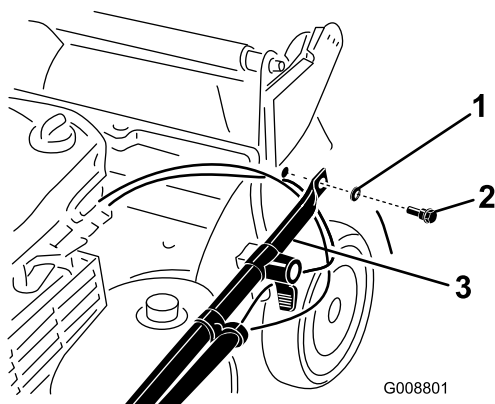

Figura 3
2. Fija los extremos del manillar al alojamiento del cortacésped con 2 arandelas y 2 pernos de manillar (Figura 3), **pero no apriete los pernos del manillar.**
**Importante:** Pase los cables *por debajo* del manillar (Figura 3).